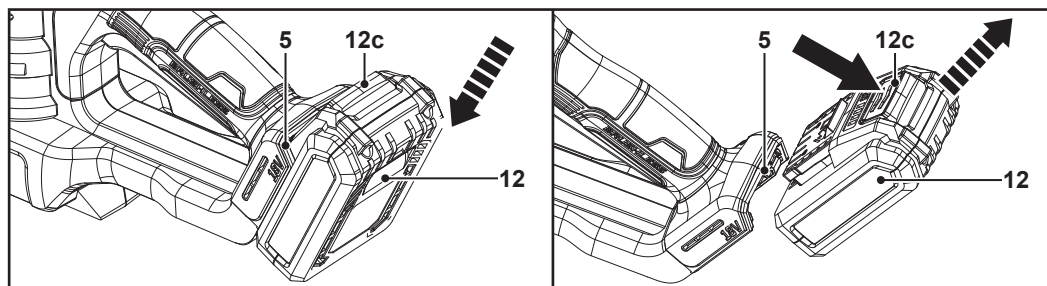
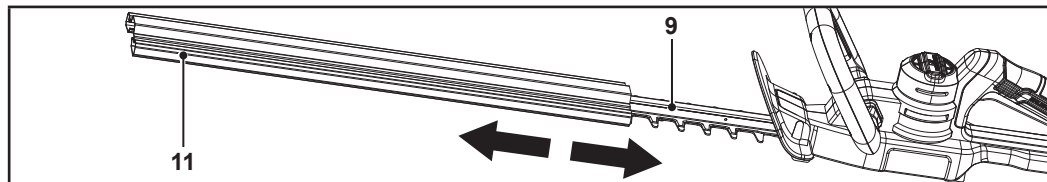

Fig. 2
Fig. 4
Cubierta de la cuchilla (11): Cuando no utilice la máquina, retire la batería (12) (Fig. 2) y coloque la cubierta de la cuchilla en la cuchilla (9) (Fig. 4). De este modo, protegerá la cuchilla y evitará lesiones por corte y daños a otros objetos.
Montaje: Alinee la batería (12) con el puerto de conexión de la batería (5) y deslícela hacia dentro. Asegúrese de que encaja en su sitio (Fig. 2).
Desmontaje: Presione el botón de liberación (12c) y saque la batería (12) del puerto de conexión de la batería (5) (Fig. 2).
Desmontaje: Retire la cubierta de cuchilla (11) de la cuchilla (9) (Fig. 4).
Montaje: Inserte la cubierta de cuchilla (11) en la cuchilla (9) (Fig. 4).